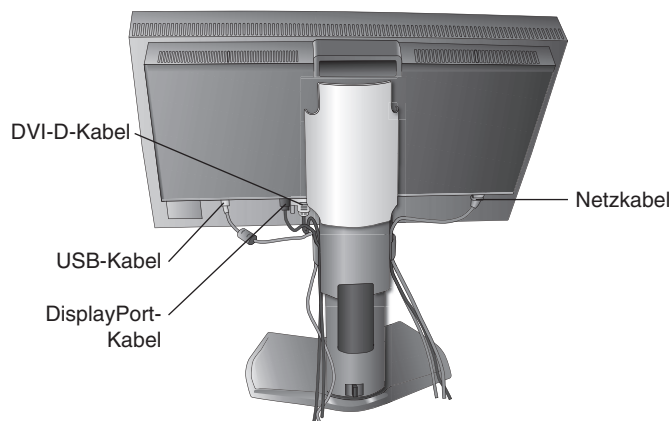
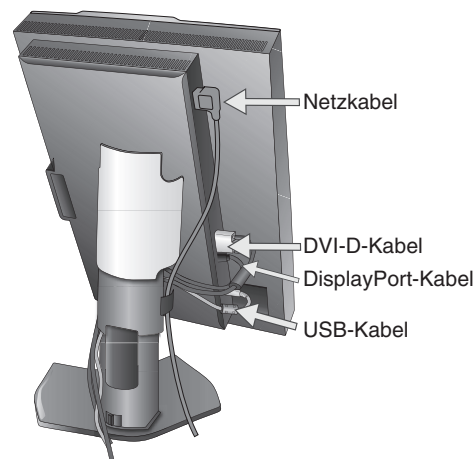

Abbildung C.2
Abbildung C.3
- Verlegen Sie die Kabel durch die Kabelführung im Fuß, um diese ordentlich zu bündeln. Führen Sie die Kabel sicher und gleichmäßig in die Halterungen ein (**Abbildung C.2** und **Abbildung C.3**).